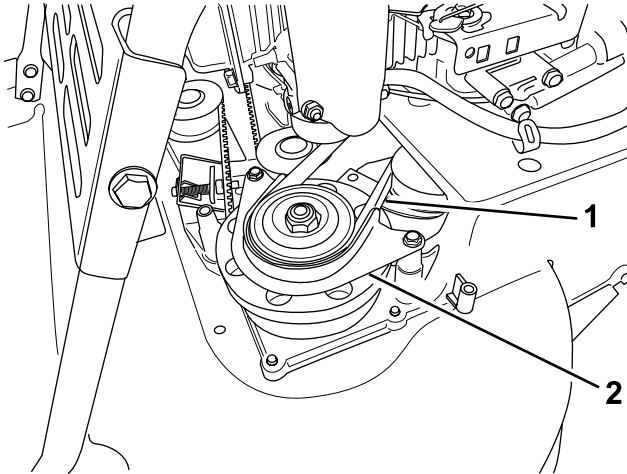

Bild 46
7. Nehmen Sie die Schutzvorrichtung Messerbremsriemens ab (Bild 46).